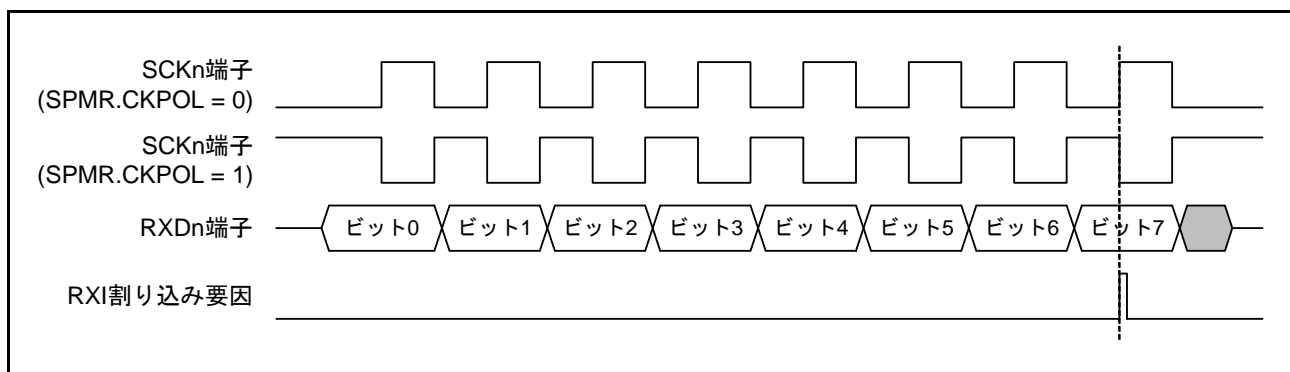

図 25.63 簡易 SPI モード（クロック遅れあり）RXI 割り込み発生タイミング
- クロック遅れあり設定 (SPMR.CKPH ビット=1) の場合、図 25.63 に示すように SCKn 端子の最終クロックエッジ手前のクロックエッジで受信データフル割り込み (RXI) が発生します。このとき、SCR レジスタの TE、RE ビットを SCKn 端子の最終クロックエッジより前に“0”に設定すると SCKn 端子出力がハイインピーダンスとなり、最終送受信クロックのクロックパルス幅が短くなります。また、RXI 割り込み後、SCKn 端子の最終クロックエッジより前に接続先スレーブに対する SSn# 端子入力信号を High にするとスレーブが誤動作する可能性があります。